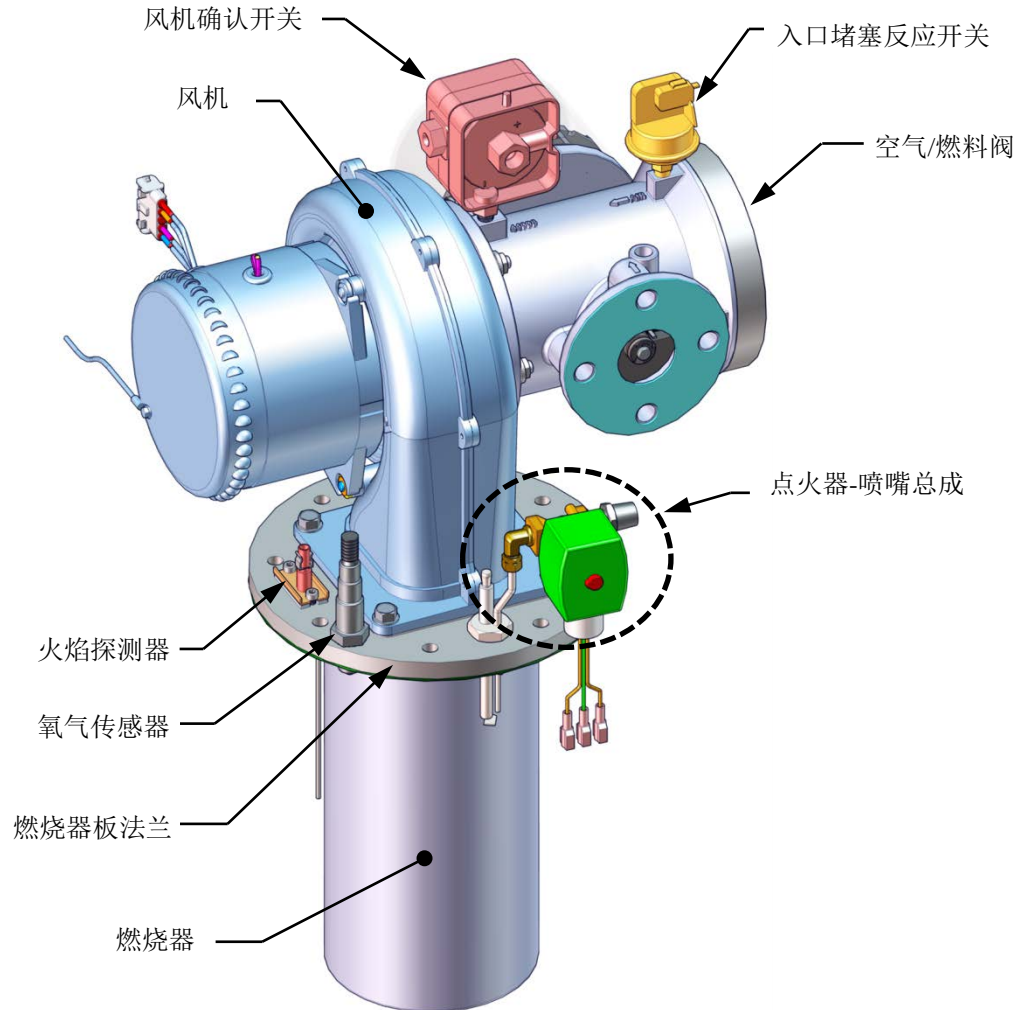

图 7-1: 基准系列 750/1000 燃烧器总成 (从锅炉上拆下)
点火器-喷嘴（部件号 **58023**）位于锅炉顶部的燃烧器顶板上。除了提供点燃燃烧器所必需的点火火花，点火器-喷嘴还包含一个连接到阶段式点火总成的气体喷射管。图 7-1 展示了从锅炉上拆下的完整燃烧器总成并指示了点火器-喷嘴火焰探测器和其他相关组件的位置。
3. 从点火器-喷嘴上拆下缆线（图 7-1）。
火焰探测器（部件号 **24356-1**）位于设备顶部的燃烧器板上（参见图 7-1 和 7-2）。火焰探测器可能很烫，因此在卸下之前先让设备充分冷却。检查或更换火焰探测器，如下所示：
氧气传感器 (部件号 **61026**) 位于设备顶部的燃烧器板上 (参见图 7-1 和 7-2)。传感器可能很烫。因此在卸下之前先让氧气传感器充分冷却。